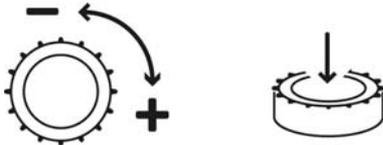

Fig. 11: Accionamiento del botón de mando
**$n=f(AI)$  (modo manual; véase la Fig. 11)**
- La **pantalla LCD** indica los estados de funcionamiento de las bombas, del regulador y del convertidor de frecuencia. Mediante el botón de mando se efectúa la selección de menú y la introducción de parámetros. Para modificar los valores o para desplazarse por un nivel de menú, debe girarse el botón; para seleccionar y confirmar, debe pulsarse (Fig. 11).